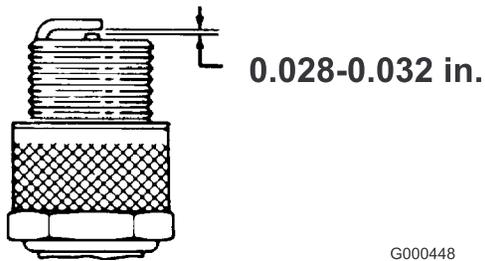

図 31
3. エア・ギャップを0.7~0.8 mmに調整する(図 31)。点火プラグをエンジンに取りつけて、2.35kg.mにトルク締めする。